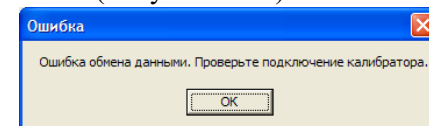

Рис. 5.4.2 - Сообщение об ошибке
5.4.3 После запуска программы появляется главное окно программы (Рис. 5.4.1). Затем после осуществления программного подключения калибратора ЭНИ-251 (нажатие на кнопку «Подключить», либо «Автоопределение») автоматически происходит чтение наименований калибровочных таблиц в памяти калибратора, а также синхронизация даты и времени калибратора с системными часами ПК. Данная операция занимает некоторое время, поэтому пользователю необходимо дождаться окончания процедуры чтения. Если по каким-либо причинам соединиться с калибратором не удалось, то будет выдано сообщение об ошибке обмена данными (Рисунок 5.4.2).